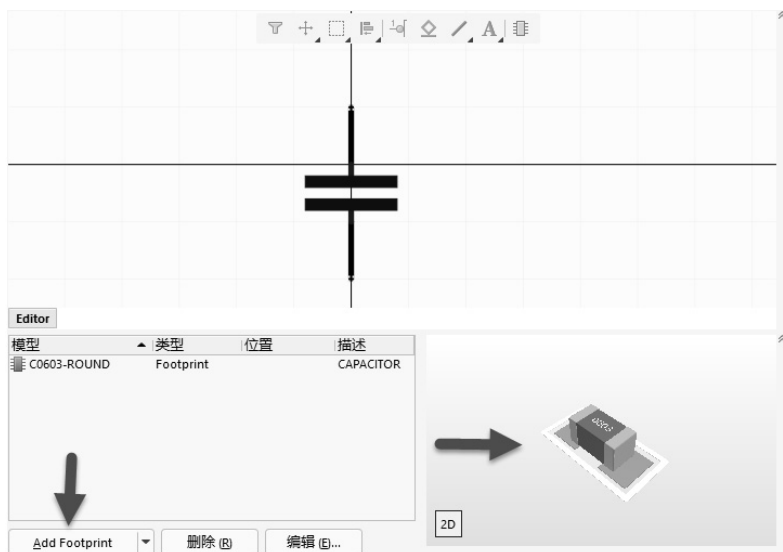

图 3-90 为原理图库元件添加相应的 PCB 封装
(4) 为集成库中的原理图库和 PCB 元件库添加元件和封装，此处复制前面制作好的原理图库和 PCB 元件库，并将它们关联起来，即为原理图库元件添加相应的 PCB 封装，如图 3-90 所示。